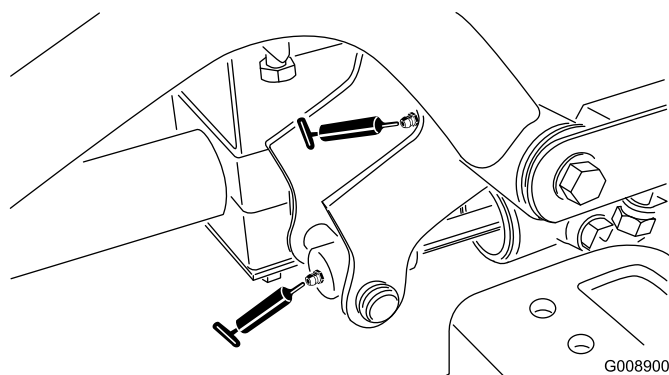

Figura 37
- Pivote y cilindro de elevación del brazo de elevación delantero derecho (2) (Figura 37)